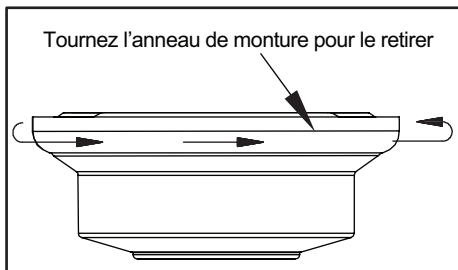

Figure 5
1. Retirez l'anneau de montage de la monture en le tournant dans le sens antihoraire jusqu'à ce qu'il soit déverrouillé. (Figure 5)